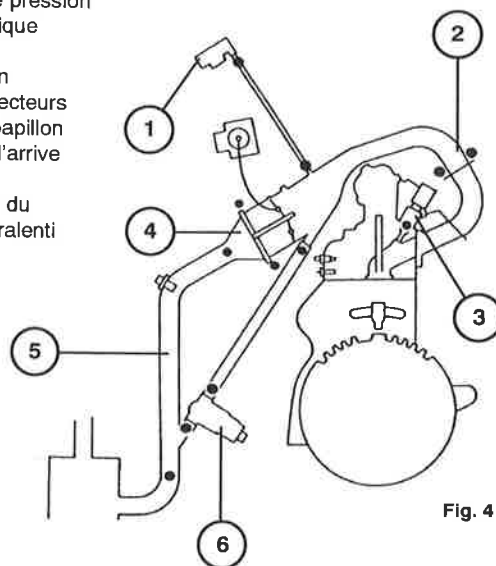

Fig. 4
- Vérifier l'état des conduits d'air et localiser d'éventuelles prises d'air aux endroits sensibles. Contrôler également le circuit de carburant (**Fig. 4**).